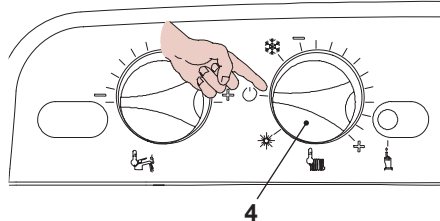

Fig. 9.18
- Per uscire dalla programmazione posizionare il selettore 4 come indicato in Fig. 9.18.